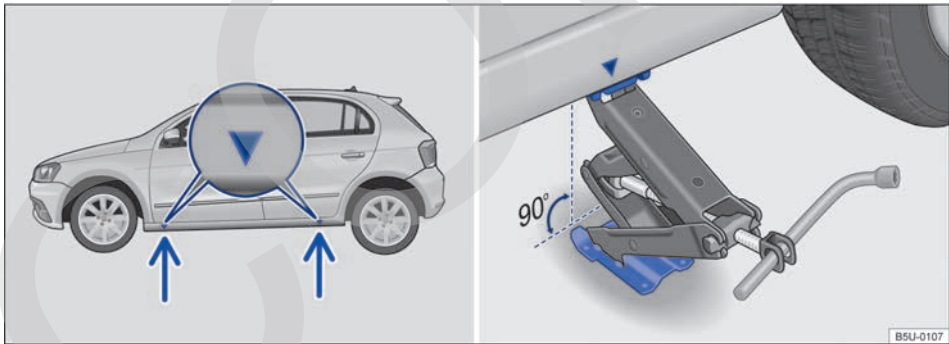

Fig. 170 Puntos de apoyo del gato y gato posicionado atrás en el lado izquierdo trasero del vehículo.
La figura → fig. 170 ilustra, a modo de ejemplo, los puntos de apoyo del gato del modelo Nuevo Gol 4 puertas. El modelo Nuevo Gol 2 puertas sigue el mismo concepto.
El gato únicamente puede ser posicionado en los puntos de apoyo indicados (marca en la carrocería) → fig. 170. Es válido el punto de apoyo ubicado próximo a la rueda correspondiente → ⚠.
7. Buscar debajo del vehículo el punto de apoyo del gato → fig. 170 más cerca de la rueda que se debe cambiar.
9. Garantizar que la base del gato, con toda su superficie, esté sobre el piso y que la base se encuentre perpendicularmente por debajo del punto de colocación → fig. 170.
10. Alinear el gato y, simultáneamente, levantar la garra del gato hasta que se encaje en el travesaño debajo del vehículo → fig. 170.
- Posicionar el gato únicamente en los puntos indicados. La garra del gato debe encajarse en el perfil del larguero de forma segura → fig. 170.